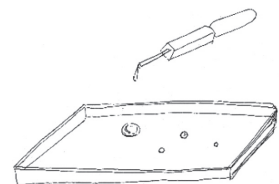

図2
- (3) ^{はっすい}超撥水トレイにスポイトで水滴を落とすと水玉ができます（図2）。^{はっすい}超撥水トレイの上の水玉は、トレイを動かすとアルミテープの上をコロコロと転がり、^{はっすい}超撥水アルミフィルムが貼っていない側面につくと、水玉は止まります。幼児にこの^{はっすい}超撥水トレイを渡すと、いろいろな遊びを考えて遊び始めます。最初は、「水滴を1滴ずつ落とし、たくさんの水滴を落とし水玉ができる様子」を楽しみますが、しばらくすると「水滴を転がして遊び」始めます。他にも、大きな水玉をつくって遊ぶ、水玉をスポイトで動かす、水をいろいろなところに配置して絵を描く等様々な工夫をして遊ぶ様子を見ることができます。